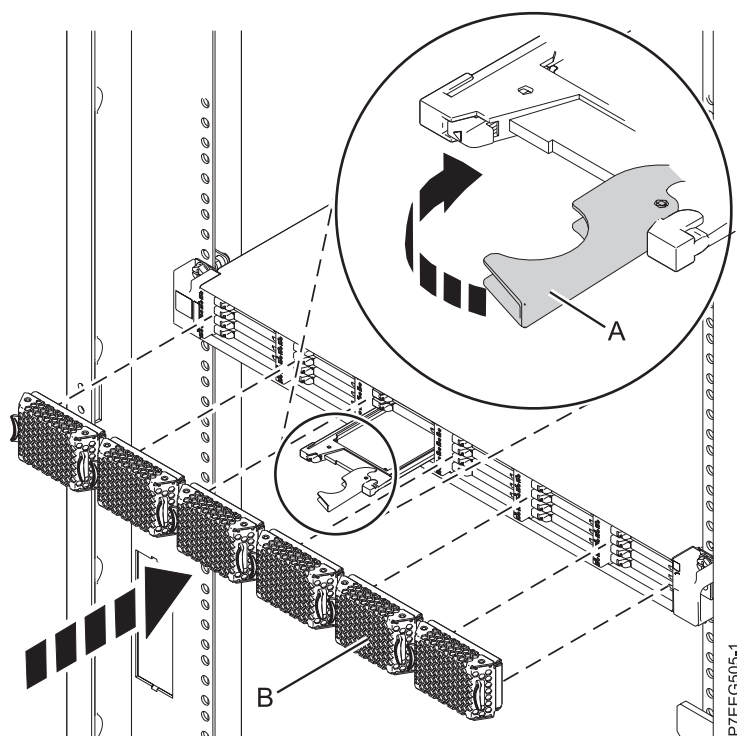

Figure 22. Remplacement d'une unité SSD dans le boîtier de stockage PCIe 58/88.
4. Lorsque le voyant d'identification de l'unité SSD reste fixe, faites glisser complètement l'unité SSD dans le boîtier de stockage PCIe 58/88 jusqu'à ce qu'il soit complètement encastré. Puis tournez la poignée (A) pour la mettre en position verrouillée. Pour plus d'informations, voir figure 22.
6. Installez le panneau (B).